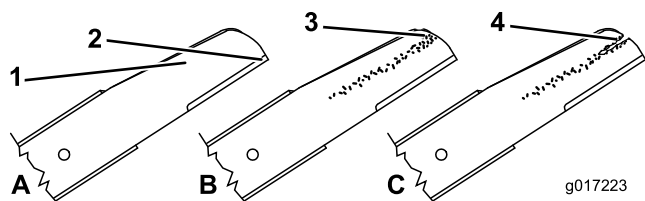

Figure 41
1. Examinez le tranchant des lames (Figure 41). Si elles ne sont pas tranchantes ou présentent des indentations, déposez les lames et affûtez-les ou remplacez-les.
2. Inspectez les lames, surtout la partie relevée (Figure 41).
**Remarque:** Remplacez immédiatement toute lame endommagée, usée ou qui présente une entaille (Figure 41).